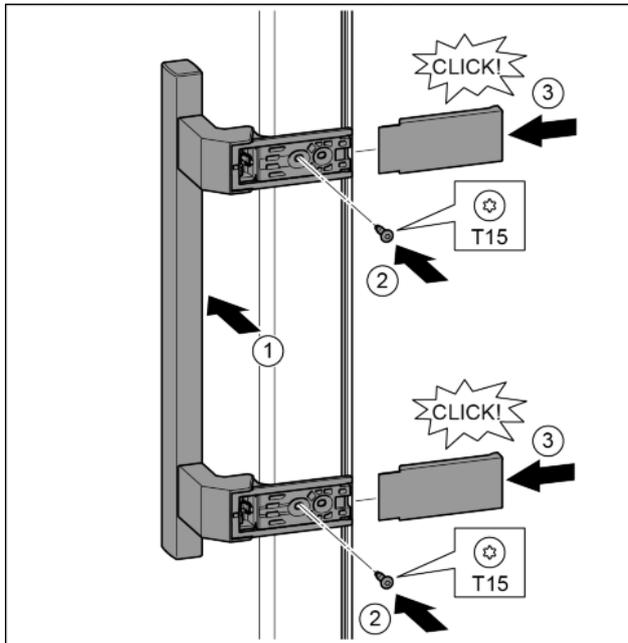

Fig. 22
- ▶ Griff auf der Gegenseite ansetzen. Fig. 22 (1)
- ▶ Schrauben mit Schraubendreher T15 festschrauben. Fig. 22 (2)
- ▶ Abdeckungen seitlich ansetzen und aufschieben. Fig. 22 (3)